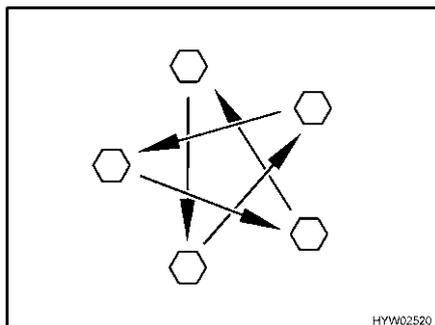

Fig. 274 Apretar las tuercas o los tornillos de las ruedas en forma de cruz
- Comprobar periódicamente que las tuercas o tornillos de las ruedas estén firmemente apretados. Reajustar en forma de cruz (Fig. 274) las tuercas o tornillos después de cambiar una rueda, al cabo de 50 km. Par de apriete, véase apartado 13.5.2.
- ▷ Apretar en forma de cruz las tuercas o los tornillos de las ruedas (Fig. 274).